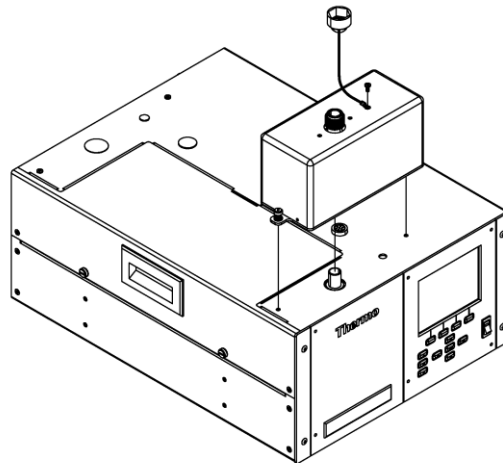

Abb. 10-9. Optik installieren
2. Den Radiusrohr-Adapter mit dem offenen Port auf der Unterseite der Optik-Baugruppe ausrichten (siehe Abb. 10-9) und dann die beiden Schlaufen sanft nach unten drücken festschrauben. Hierzu die unverlierbaren Schrauben verwenden.